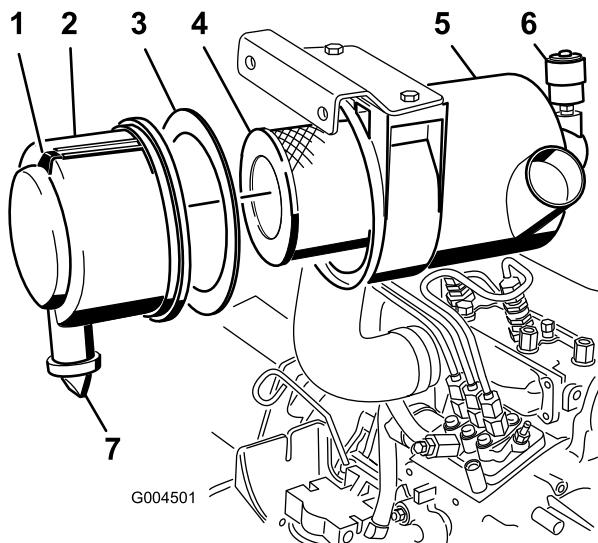

Figura 44
- Efectue a manutenção do filtro de ar quando o indicador do filtro de ar (Figura 44) ficar vermelho ou a cada 400 horas (com maior frequência em condições de trabalho muito sujas ou poeirentas). Não efectue a manutenção do filtro de ar com demasiada frequência.
- Puxe o trinco para fora e rode a cobertura do filtro de ar no sentido contrário ao dos ponteiros do relógio (Figura 44).
- Retire a cobertura do corpo do filtro de ar (Figura 44).
- Retire e substitua o filtro primário (Figura 44).
- Certifique-se de que a junta de espuma está no lugar na tampa e de que não está rasgada nem danificada (Figura 44). Se estiver danificada, substitua-a.
- Limpe a válvula de saída de borracha da tampa (Figura 44).
- Reinic peace o indicador (Figura 44), se este estiver vermelho.